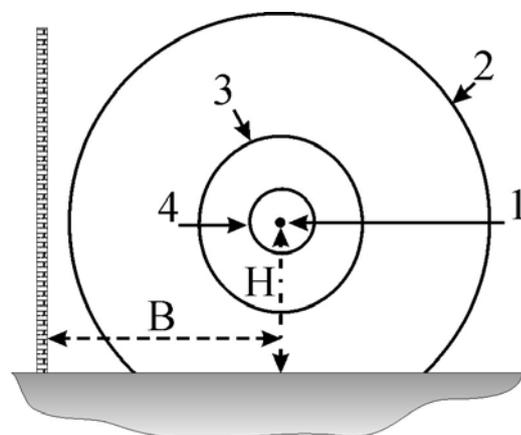
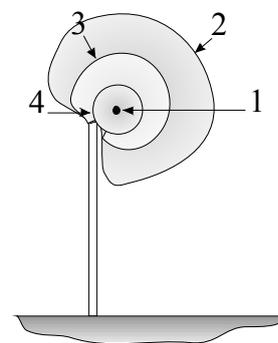

Рис. 4.4
Рис. 4.9
4.6 При размещении ЗО вдоль стен, заграждений или др. сооружений (за исключением «радиопрозрачных»), ЗО не должна касаться их поверхностей. На рис. 4.4 представлены поперечные сечения (относительно оси «1») ЗО на различных удалениях от блоков (БПРД или БПРМ), установленных на высоте «Н»: «2» - в середине протяженного контролируемого участка; «3» - на расстоянии 2...3 м от блоков; «4» - вблизи блоков. Расстояние «В» от блоков до сооружения должно быть не меньше половины ширины ЗО в середине контролируемого участка.
4.8 Следует отметить, что на части контролируемого участка ЗО имеет форму усеченного по поверхности земли эллипсоида вращения см. рис. 4.4 зона «2». Однако (см. п. 4.4) при приближении к БПРД (БПРМ) ЗО «отрывается» от земли и необходимо «прикрыть» образовавшиеся «проходы» с помощью либо ЗО смежного участка, как показано на рис. 4.5 (вид сверху) и 4.6 (вид сбоку), либо с помощью физических преград (ограждений, колючей проволоки или др.). На рис. 4.5, 4.7,...4.9 цифрами обозначены блоки «1» - БПРД, «2» - БПРМ.
4.14 При размещении извещателя в верхней части заграждения (почти «козырьковый» вариант), необходимо учесть влияние отраженных волн, также как в п. 4.13. Выбрать высоту установки блоков над заграждением, чтобы отраженные от заграждения волны не проецировались на радиопрозрачную поверхность БПРМ. В этом случае при установке лучше использовать специальные кронштейны КВ31 из комплекта поставки. На рис. 4.9 (также как на рис. 4.4 и с теми же обозначениями) ориентировочно показаны сечения ЗО для «козырькового» варианта.